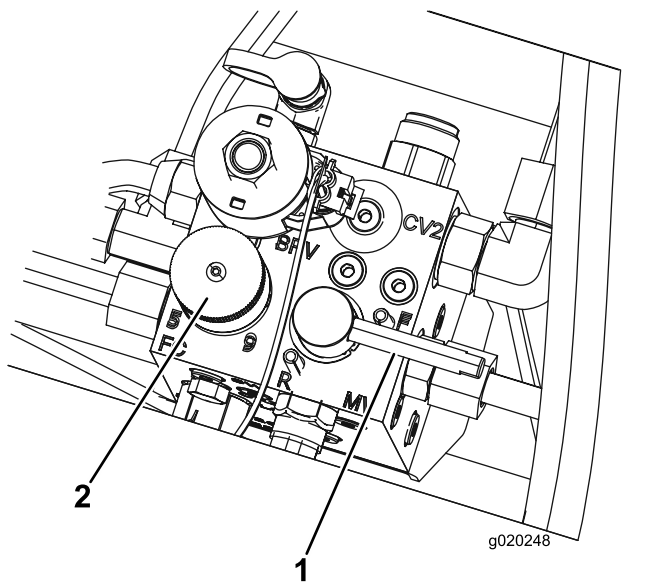

Figura 82
5. Ponga el control de velocidad del molinete en la posición 1 (Figura 82).
6. Mueva la palanca de Autoafilado a la posición de autoafilado (R) (Figura 82).